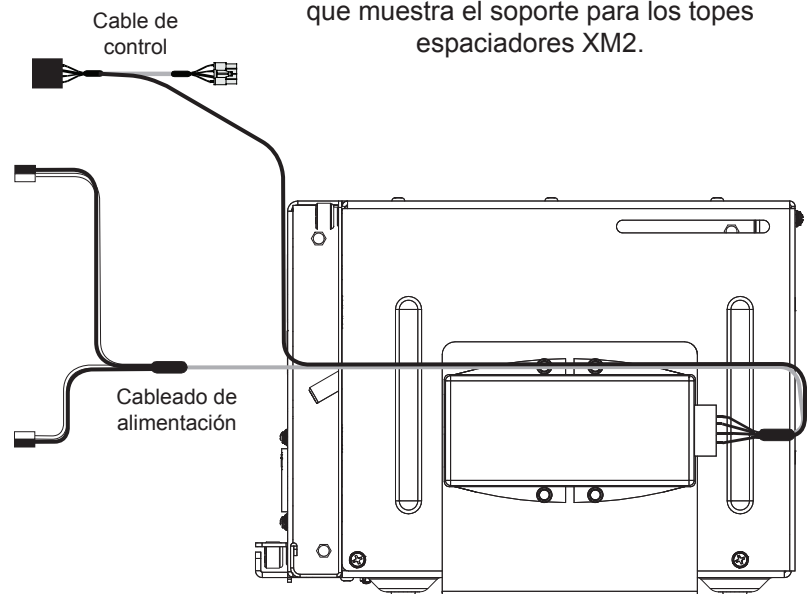

Fig. 3. Vista lateral, inyector PoE instalado, soporte de montaje y cableado de alimentación/control.
3. Conecte el cableado de alimentación/control al receptáculo de 5 clavijas del inyector en este momento (consulte la Fig. 3) Coloque el soporte del inyector PoE bajo la fuente de alimentación y centre el soporte. Dirija el cableado de alimentación/control arriba o debajo del inyector.